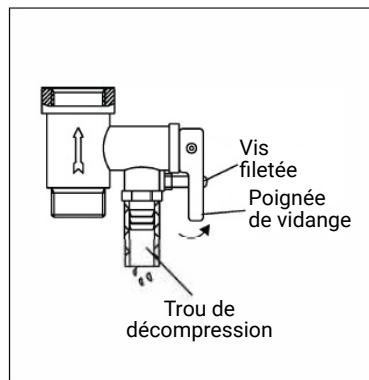

Fig. 6
- Dévissez la vis de la soupape de sécurité multifonction et soulevez la poignée de vidange vers le haut. (Voir fig.6) pour sécher l'eau à l'intérieur du réservoir.